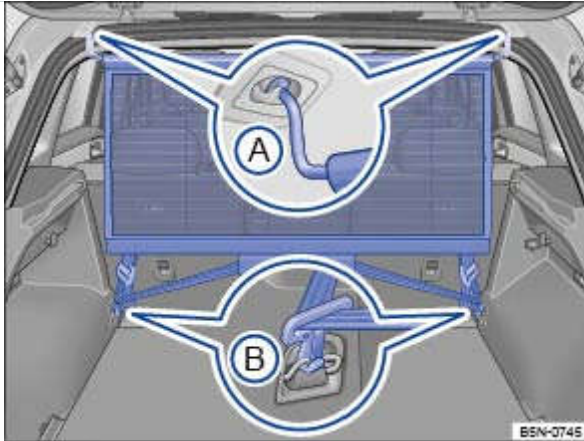
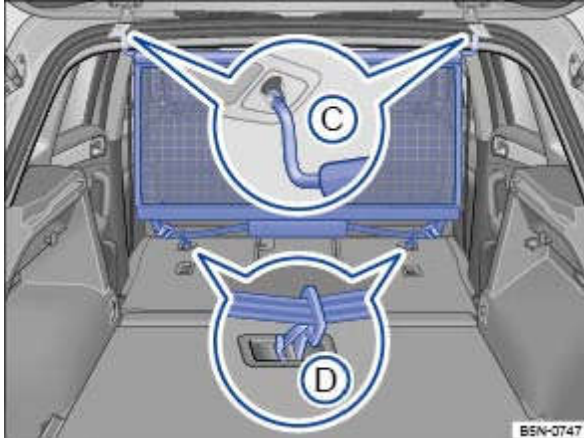

Fig. 108 Dans le coffre à bagages : accrochage du filet de séparation
Fig. 109 Dans le coffre à bagages : dépose du filet de séparation
- Accrochez le filet de séparation dans le logement avant gauche intégré au pavillon → Fig. 108 **Ⓐ** .
- Accrochez le filet de séparation dans le logement avant droit intégré au pavillon en comprimant la barre transversale → Fig. 108 **Ⓐ** .
- Clipsez les deux crochets de retenue du filet de séparation dans les œillets d'arrimage avant du coffre à bagages → Fig. 108 **Ⓑ** .
Le filet de séparation est correctement monté lorsque les extrémités sont correctement accrochées dans leurs logements respectifs → Fig. 108 **Ⓑ** .
- Accrochez le filet de séparation dans le logement arrière gauche intégré au pavillon → Fig. 109 © .
- Accrochez le filet de séparation dans le logement arrière droit intégré au pavillon en comprimant la barre transversale → Fig. 109 © .
- Clipsez les deux crochets de retenue du filet de séparation dans leurs logements respectifs au dos de la banquette arrière rabattue au préalable → Fig. 109 ① .
Le filet de séparation est correctement monté lorsque les extrémités sont correctement accrochées dans leurs logements respectifs → Fig. 109 ① .
- Décrochez les crochets de retenue du filet de séparation au niveau des œilletons d'arrimage ou de leurs logements → Fig. 108 ② ou → Fig. 109 ① . Pour ce faire, appuyez sur le clip.
- Décrochez le filet de séparation du logement droit intégré au pavillon → Fig. 108 ③ ou → Fig. 109 © en comprimant la barre transversale.